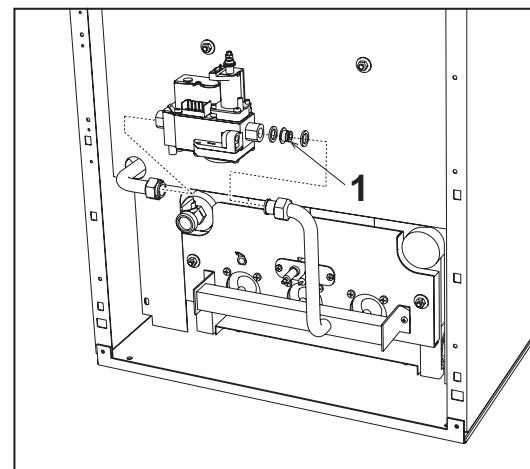

fig. 18 - Diafragma del gas
**!** Para pasar de metano a GLP, quitar el diafragma del gas (1 - fig. 18).
**!** Para pasar de GLP a metano, montar el diafragma del gas (1 - fig. 18 y tabla 4 en la pág. 27).